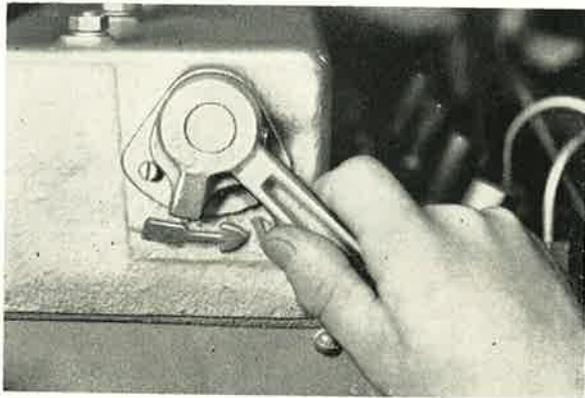

Abb. 55
- d) Den Motor schnell mit der Kurbel durchdrehen und den Dekompressorhebel sofort in die schräge Ausgangslage drücken (Abb. 55).
- a) Der Dekompressorhebel bleibt schräg nach unten stehen (Abb. 55).